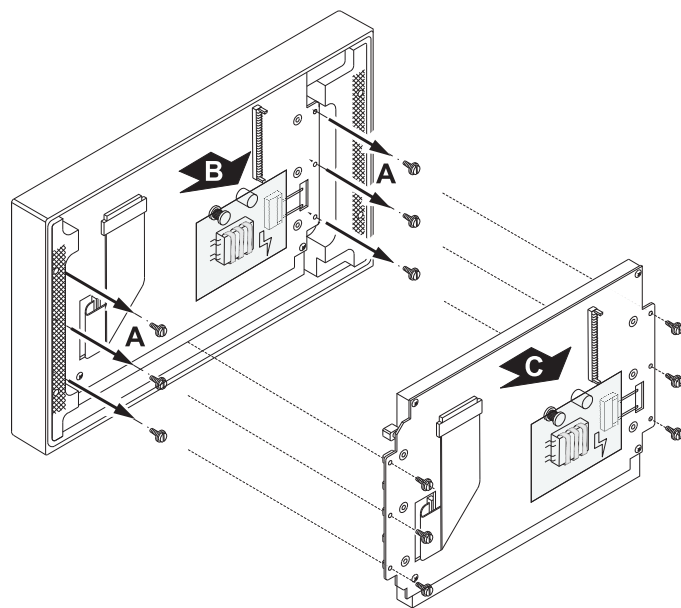

Bild D 7-18: Entfernen der Display-Einheit aus dem Frontblendenrahmen
5. Entfernen Sie sorgfältig die sechs Schrauben, die die Display-Einheit fixieren (A) und legen Sie sie zur Seite. Achten Sie darauf, kein Bauteil und kein Kabel zu beschädigen! Entfernen Sie die defekte Display-Einheit von innen aus der Frontblende (B, C). (Bild D 7-18).